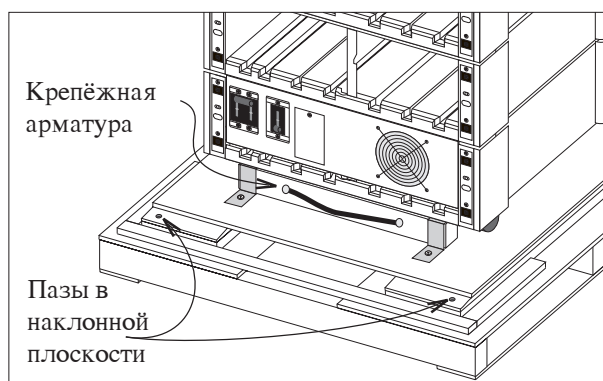

Рис. 3-2. Крепёжная арматура и пазы в наклонной плоскости
2. Удалите два крепежных винта шкафа - См. рис. 3-2. Удалите крепежные винты шкафа. Используйте специальную тканую ручку для удаления крепежных винтов шкафа из поддона. Поместите крепления и винты в стороне от шкафа.